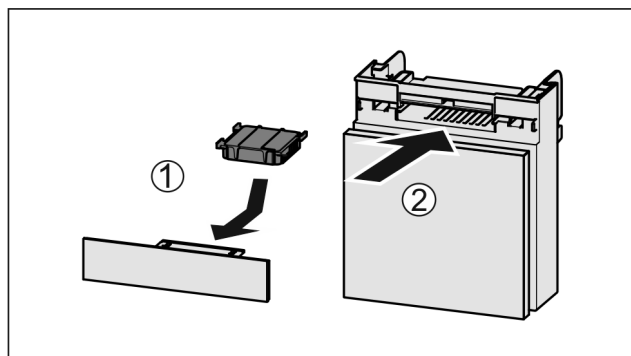

Fig. 86
- ▶ Установите фильтр с активированным углем, как показано на рисунке Fig. 86 (1).
- ▶ Вставьте отделение Fig. 86 (2).